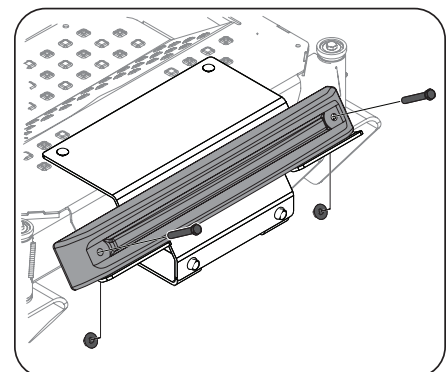

Figure 4-22
7. Placez le contrepoids (719-04271A) sur le support (703-11046) et faites aligner les encoches. Fixez le contrepoids avec 2 boulons hexagonaux (710-0859) et 2 écrous autobloquants à bride (712-04217). Voir Figure 4-22.